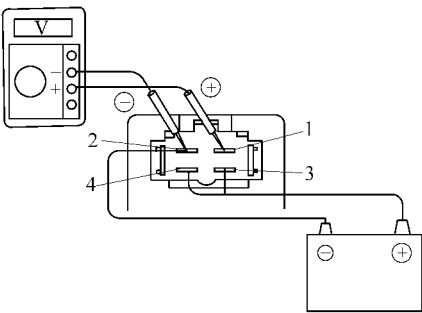

图 18-99 检查非可变式间歇刮水继电器
(3) 检查非可变式间歇刮水器继电器, 如图 18-99 所示。